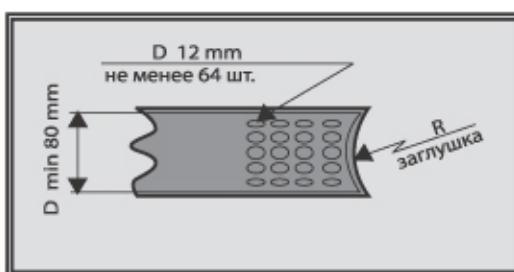

Рис. 16
- Условия исполнения элементов конструкции для трубы типа "FF" (Рис.16):